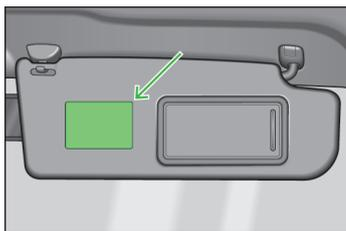

Fig. 125 Parasol del acompañante / adhesivo
- En el parasol del acompañante. En vehículos para algunos países, en el parasol del acompañante se encuentra el adhesivo » fig. 125.